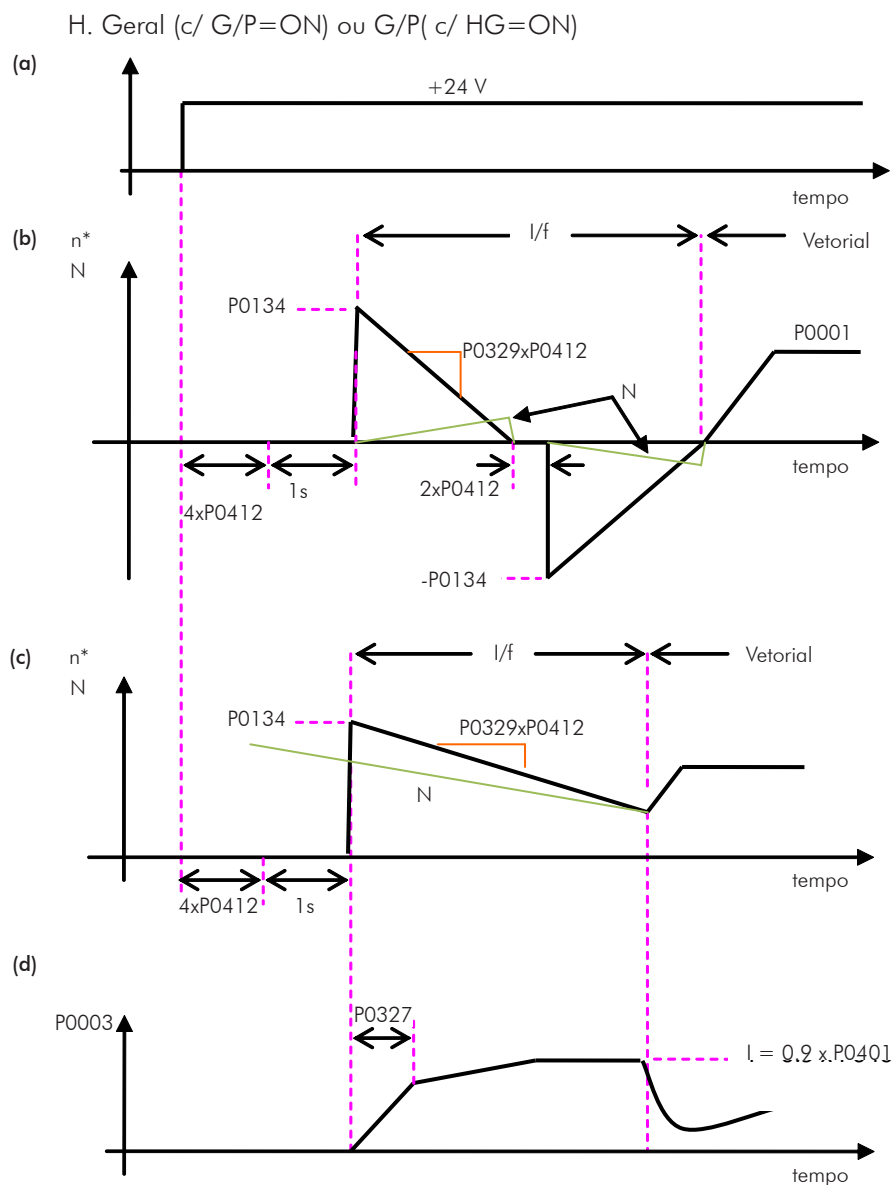

Figura 12.6 (a) a (d) - Influência de P0327 e P0329 durante o Flying Start (P0202=3)
O comportamento da Função Flying Start (FS) no modo sensorless durante a aceleração e a re-aceleração pode ser compreendido a partir da figura 12.6.
Na figura 12.6(b) é mostrado o comportamento da referência de velocidade quando a função FS é iniciada com eixo do motor parado e P0329 pequeno (não otimizado).
Na figura 12.6(c) é apresentada a referência de velocidade quando a Função FS é iniciada com o eixo do motor girando no sentido desejado ou o eixo estava parado e P0329 já otimizado.